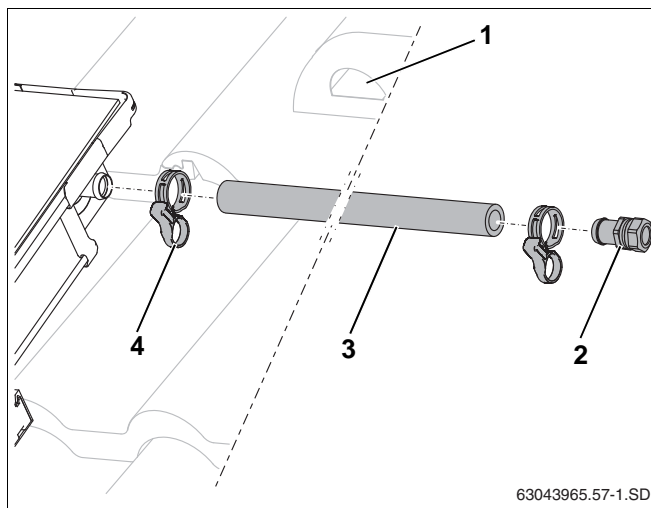

Fig. 53 Montering af fremløbsledning (uden udlufter på taget)
- ▶ Sæt den lange solvarmeslange (1000 mm, fig. 53, **pos. 3**) på solfangerens fremløbstilslutning, og fastgør med fjederbånd (fig. 53, **pos. 4**).
- ▶ Sæt slangetyllen med klemringsforskruningen (fig. 53, **pos. 2**) ind i solvarmeslangen til anslag, og fastgør med fjederbånd.
- ▶ Tilslut fremløbet til slangetylle R $\frac{3}{4}$ med klemringsforskruning (18 mm) (fig. 53, **pos. 2**).